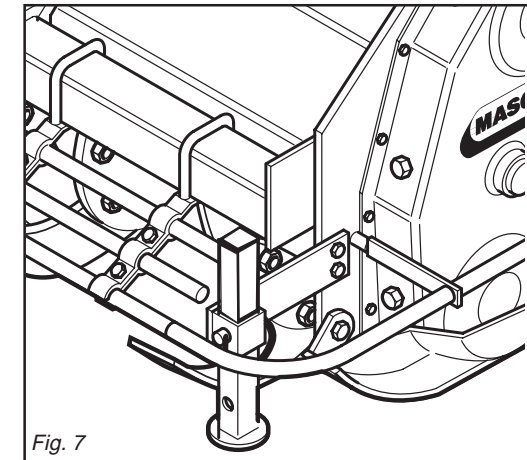

Fig. 7
- 5 - *Position the support foot as shown in the figure 7.*
- 5- Den Stützfuß wie in Abb. 7 gezeigt anordnen.
- 5 - *Positionnez le pied d'appui (voir fig. 7).*